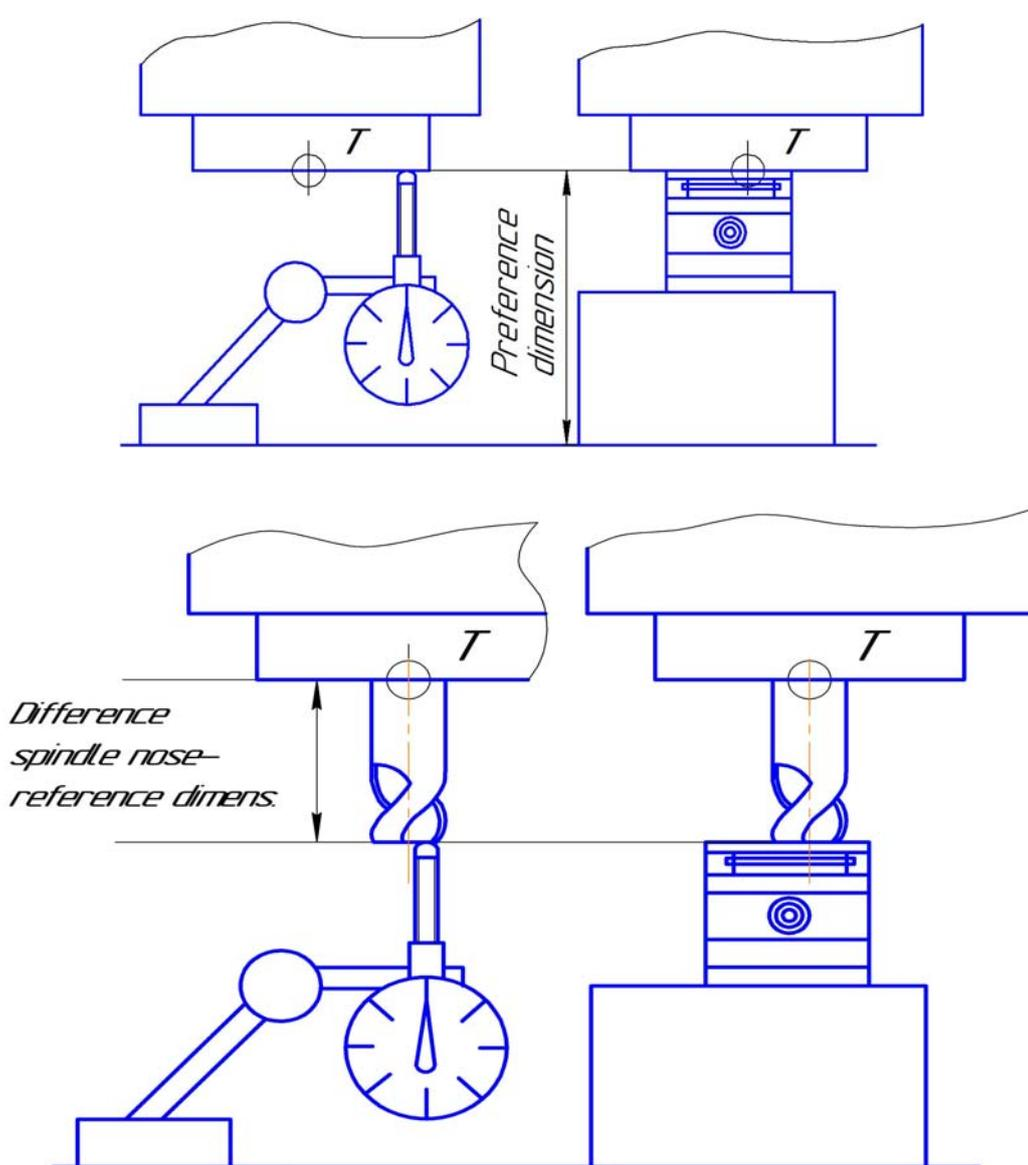

Рис. 3.73. Размерная привязка режущего инструмента
2. Выбрать режим JOG. Переместить торец шпинделя к измерительному модулю/циферблатному измерительному устройству 1 (рис. 3.73). Создать незначительный натяг и установить циферблатное устройство на 0.